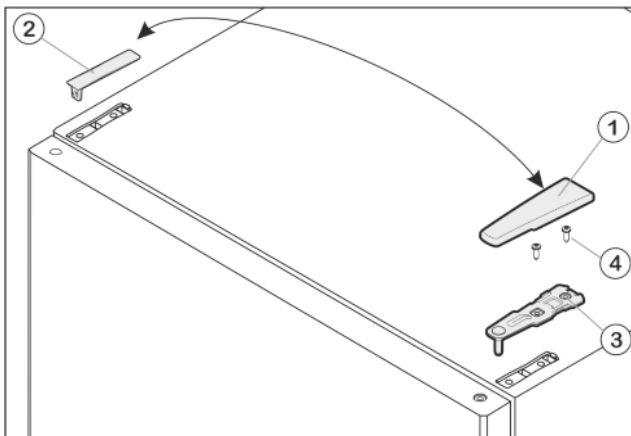

Fig. 8
- ▶ Afdekking Fig. 8 (1) naar voren en boven wegtrekken.
- ▶ Afdekking Fig. 8 (2) eraf nemen.
- ▶ Bovenste lagerbus Fig. 8 (3) losschroeven (2 maal Torx® 25) Fig. 8 (4) en naar boven eraf trekken.
- ▶ Plaats de bovenste lagerbus *Fig. 8 (3)* aan de nieuwe scharnierkant in de deur.
- ▶ Bovenste lagerbus **goed (met 4 Nm)** vastschroeven (2 maal Torx® 25) *Fig. 8 (4)*. Steek de schroefgaten indien nodig voor of gebruik de accuschroevendraaier.
- ▶ Afdekking *Fig. 8 (1)* en afdekking *Fig. 8 (2)* elk op de tegenoverliggende zijde van buiten aanbrengen en vastklikken.